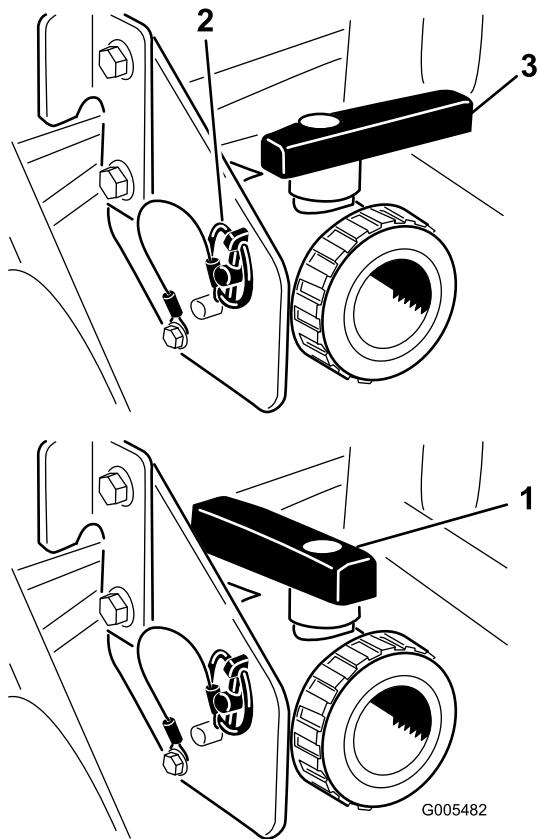

図 27
タンク・ドレン・ハンドルを操作して残っている薬液を全部排出し、地域の法律や規則、メーカーの指示に従って適切に処分する（図 27）。排出が済んだら、ブラケットについているリンチ・ピンを外してドレン・バルブを取り外して地面に置く。これにより、配管内部に残っている薬剤も完全に排出される。
3. 排出が完全に終了したら、ドレン・バルブをフレームに取り付けてリンチ・ピンで元通りに固定し、バルブを閉じる（図 27）。